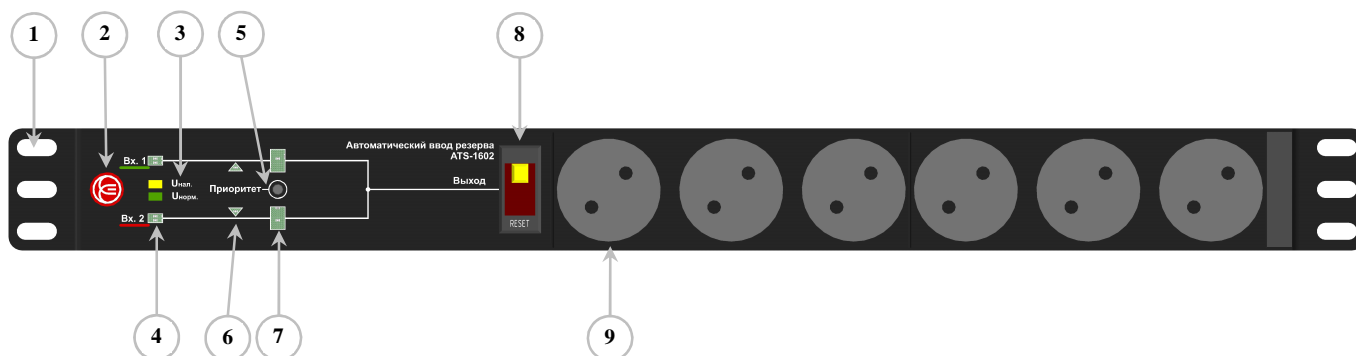

Рисунок 1 – Электронно-механический АВР ATS-1602, передняя панель:
3. Если дальше последовательно нажимать кнопку, будет происходить поочередное переключение режима приоритета, индикаторы «6» (рис.1) будут поочередно отображать режимы: приоритет ввода №1, приоритет ввода №2, нет приоритета миганием.